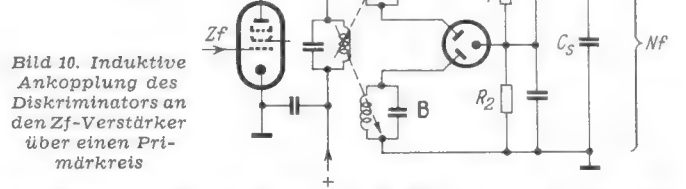

Bild 10. Induktive Ankopplung des Diskriminators an den Zf-Verstärker über einen Primärkreis
b) über einen Primärkreis $L_0 C_0$ erfolgen, der an der Anode der letzten Zf-Stufe liegt und auf die Trägerfrequenz abgestimmt ist. An diesen Kreis sind die beiden Diskriminatore Kreise A und B induktiv angekoppelt (Bild 10). Vorteil: Einfachheit der Schaltung; Nachteil: Schwieriger Abgleich der Kreise A und B, da sie über den Primärkreis miteinander verkoppelt sind und sich bei der Abstimmung untereinander beeinflussen.